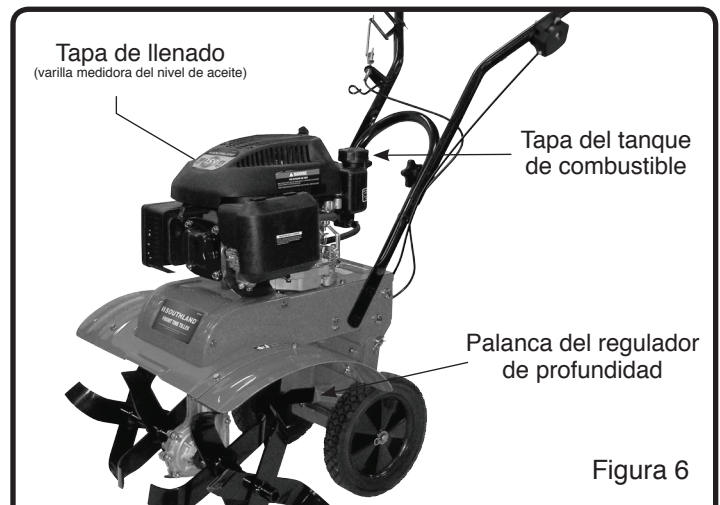

Figura 6
1. Colocar la motocultivadora sobre una superficie plana y asegurarse de que la barra de arrastre esté colocada de modo que el bastidor principal de la motocultivadora esté a nivel. (Véase la Figura 6)
2. Retirar la tapa de llenado / varilla medidora del nivel de aceite y enjuagarla con un paño. (Véase la figura 6)